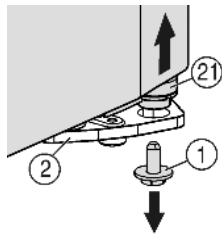
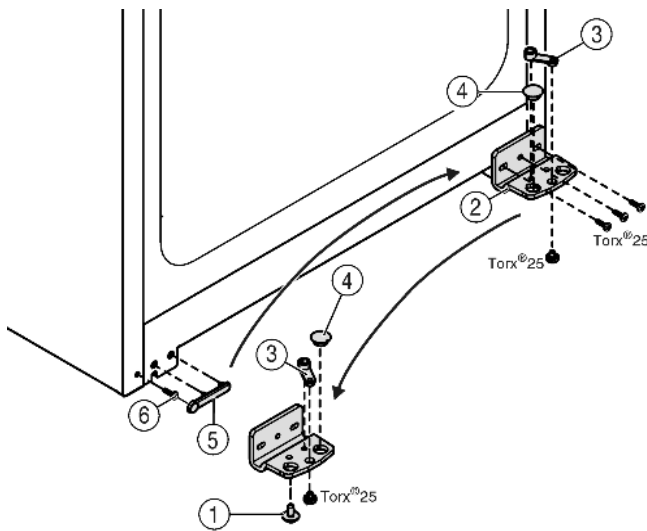

Fig. 4
Fig. 5
- ▶ Dévisser la vis de blocage du support d'appui Fig. 4 (1) en bas à droite.
- ▷ Le pivot d'appui Fig. 4 (2) se desserre du support d'appui Fig. 5 (2).
- ▶ Si le pivot d'appui Fig. 4 (2) ne se débloque pas poussez-le par le bas.
- ▶ Dévisser le support d'appui Fig. 5 (2).
- ▶ Dévisser l'élément pivotant Fig. 5 (3) et le permuter dans le trou opposé du support d'appui, revisser à fond.
- ▶ Retirer le bouchon Fig. 5 (4) du support d'appui et le placer dans le trou du côté opposé au support d'appui.
- ▶ Retirer le cache Fig. 5 (5) côté poignée avec précaution.
- ▶ Retirer la vis Fig. 5 (6) et la revisser sur le côté opposé.
- ▶ Remettre en place le cache Fig. 5 (5).
- ▶ Revisser le support d'appui Fig. 5 (2) sur le nouveau côté charnière, en utilisant une visseuse sans fil si nécessaire, avec un couple de serrage de 4 Nm.
- ▶ Visser la vis d'arrêt Fig. 4 (1) en bas dans le pivot d'arrêt et la serrer à fond (avec 4 Nm).